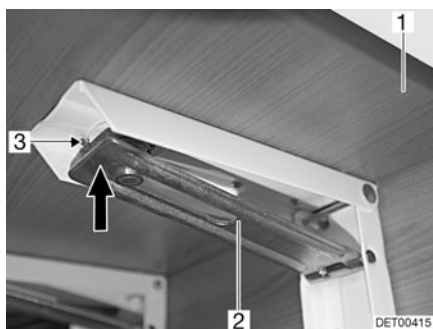

Fig. 58 Support rallonge de la banquette
- Rabattre la rallonge de la banquette (Fig. 58,1) vers le haut. Le support (Fig. 58,2) s'enclenche automatiquement dans cette position.
- Presser le support (Fig. 58,2) vers le haut dans le sens de la flèche en forçant la résistance du ressort en spirale (Fig. 58,3). La rallonge de la banquette est alors déverrouillée.